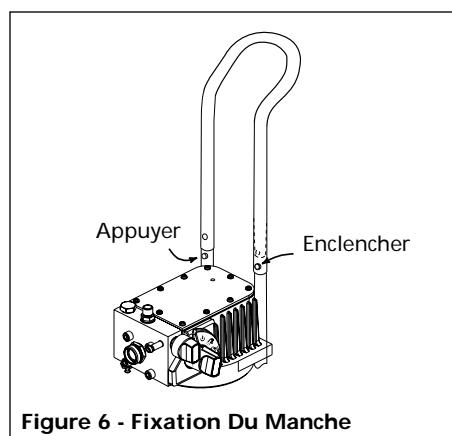

Figure 6 - Fixation Du Manche
- Se tenir debout à l'arrière du modèle et étendre les mains sur le manche afin d'emporter les bouts au fond du manche. Appuyer sur les Fermoirs Valco en utilisant votre pouce et votre index et appuyer sur le manche jusqu'à ce qu'elle soit en position sur les fermoirs. Placer vos mains sur le haut du manche et l'enfoncer jusqu'au bout (Voir Figure 6).